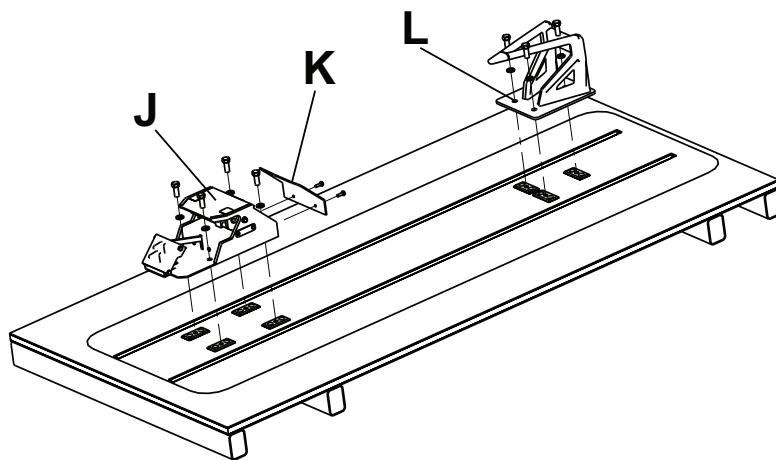
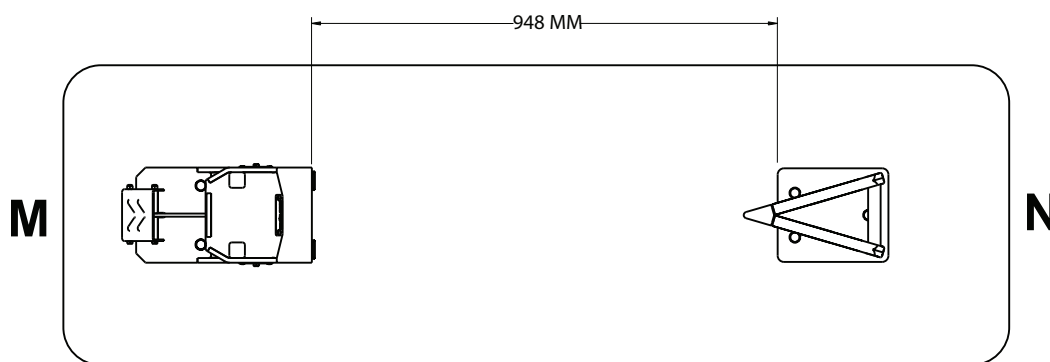
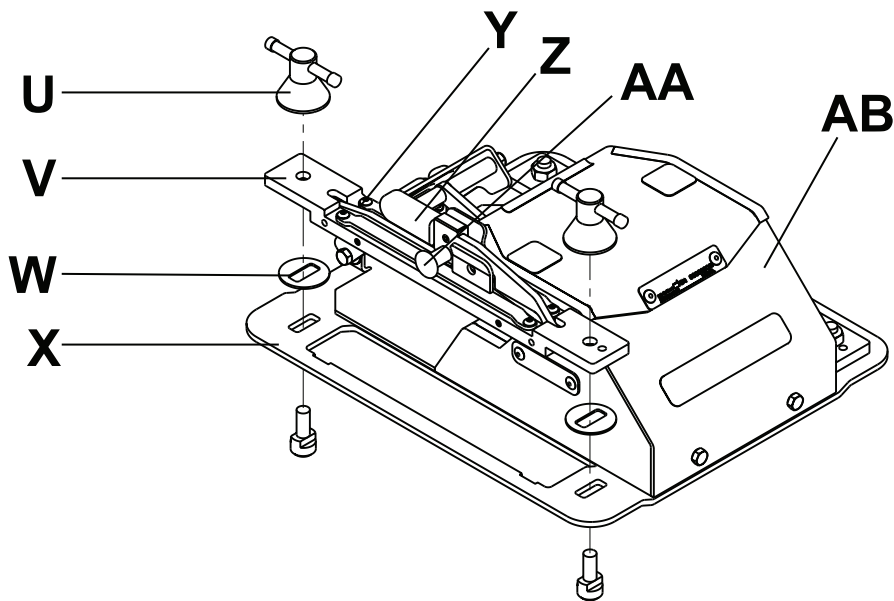

Figure 5 – Fixations côté tête et côté pieds - installation sur plaque de plancher
Figure 6 – Espacement des fixations
Figure 9 – Assemblage de la fixation côté pieds
1. Retirer le couvercle (K) de la fixation côté pieds (J) (Figure 5).
4. Installer la fixation côté tête (L) sur les trois plaques de plancher et la bloquer avec trois vis d'assemblage à six pans 1/2 po-13 et des rondelles d'arrêt.
5. S'assurer que l'espacement entre la fixation côté tête et la fixation côté pieds est de 948 mm (Figure 6).
10. S'assurer que l'espacement entre la fixation côté tête et la fixation côté pieds est de 948 mm (Figure 6).
1. Placer les quatre rondelles de verrouillage fournies (6388-001-080) (W) entre la fixation montée sur rail (adaptateur **NMI**) (V) et le socle de verrouillage de la fixation côté pieds (X) (Figure 9).
2. Serrer les écrous à oreilles (U) sans forcer pour fixer l'adaptateur **NMI** (V) au socle de verrouillage de la fixation côté pieds (X) (Figure 9).
5. Tirer la goupille (AA) pour déverrouiller l'adaptateur **NMI** (V) de la fixation côté pieds (AB) (Figure 9).
6. Tirer la poignée (Z), puis la clavette (Y) pour ouvrir.
7. Aligner la fixation côté pieds (AB) sur le rail de plancher.
8. Plier la clavette (Y) puis la poignée (Z) vers le bas pour verrouiller l'adaptateur **NMI** (V) au rail de plancher.
9. Serrer les écrous à oreilles pour fixer l'adaptateur **NMI** (V) au socle de verrouillage de la fixation côté pieds (X).
10. Répéter les étapes 5 à 7 pour installer la fixation côté tête sur le rail de plancher (Figure 5).
11. S'assurer que l'espacement entre la fixation côté tête et la fixation côté pieds est de 948 mm (Figure 6).